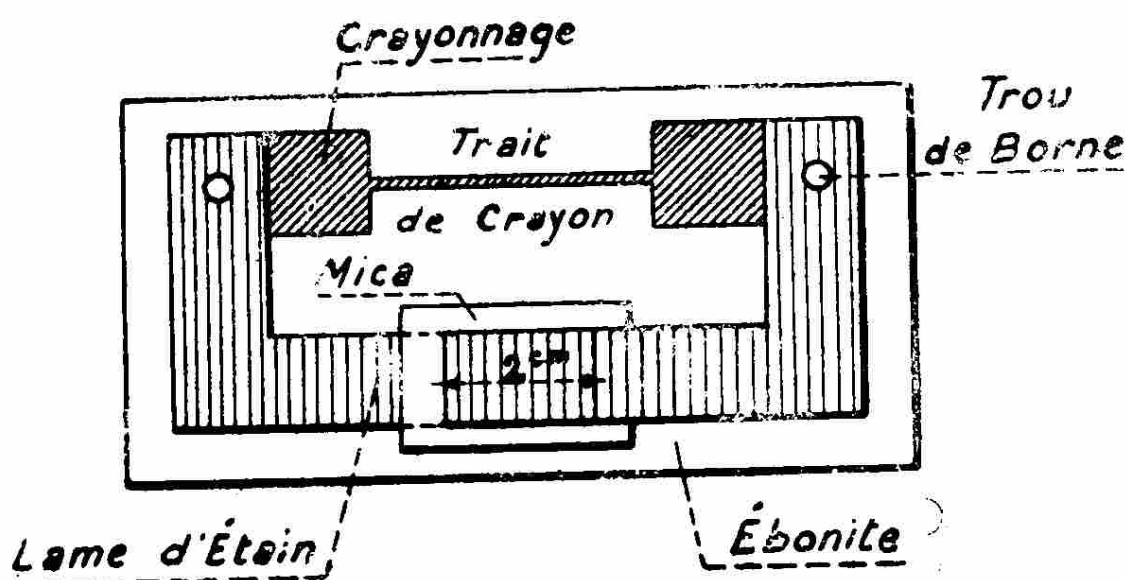

Fig. 82. — Condensateur shunté.
Dans le cas d'un détecteur à une seule lampe, demandant un condensateur faible et une résistance de 3 mégohms, on pourra établir ces deux appareils sur le même socle : on aura ainsi ce que l'on appelle un condensateur *shunté* (1). Les deux bornes seront communes au condensateur et à la résistance. Les deux lames d'étain du condensateur auront 1 centimètre de large et seront superposées de 2 centimètres environ. On réglera le trait de crayon à sa valeur, de la façon que nous avons indiqué (v. fig. 82).